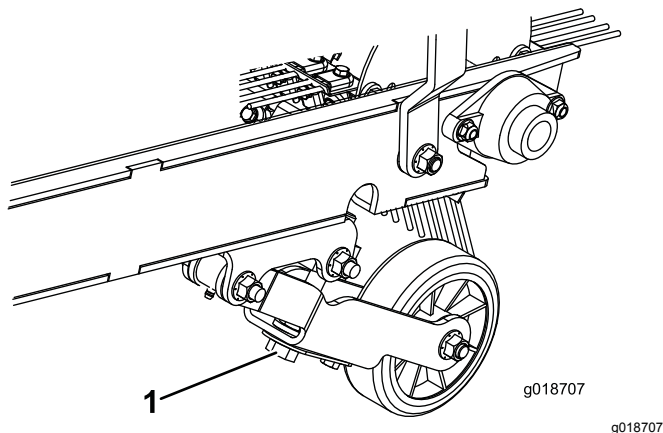

図 10
2. レーキが芝草の上部にわずかに接触するように、深さ調整ボルトを回転させて調整する。ブルームの場合には、レーキの場合よりも少しだけ深い調整ブラシの先端がターフにややはっきりと接触する程度に調整する。具体的には、ブルームを回転させたときにブルームを横から見て、ブルームとターフとの接触幅が 25mm 程度になっているようにする 図 10。